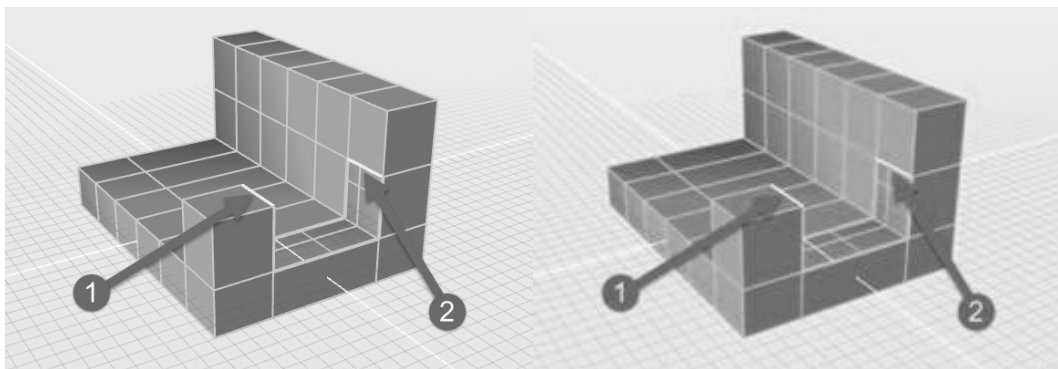

图 7-10 对两个边进行多选
8) 使用快捷键〈S〉切换到编辑边线状态。按〈Ctrl〉键多选图 7-10 所示的两个边。